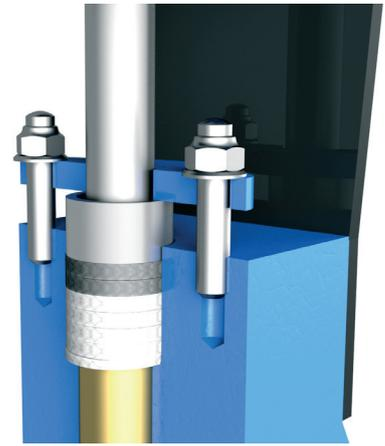

Fig. 7
2. Habitualmente estas válvulas **CM**-s suelen disponer de un sistema de estopada, en el lado del accionamiento (fig. 7).